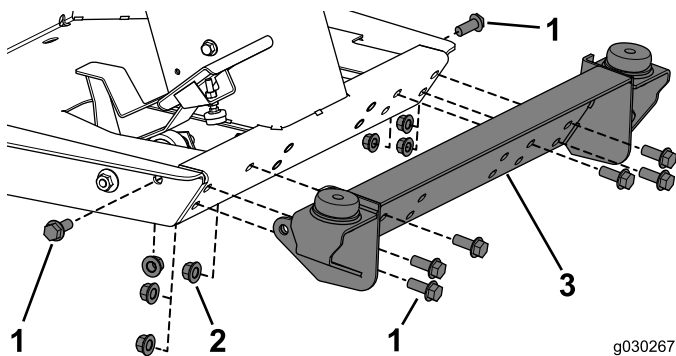

Figura 14
1. Fixe a montagem frontal à máquina utilizando 8 parafusos (½ pol. x 1¼ pol.) e 8 porcas de bloqueio (Figura 14).